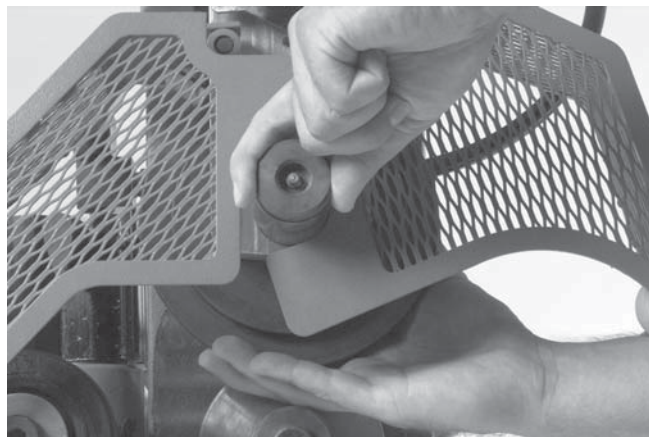

Рисунок 19 – Снятие вала верхнего ролика
4. Снимите вал верхнего ролика и верхний ролик (рисунок 19). Убедитесь, что обеспечена опора верхнего накаточного ролика. Верхние накаточные ролики весят до 6,35 кг и могут неожиданно упасть.